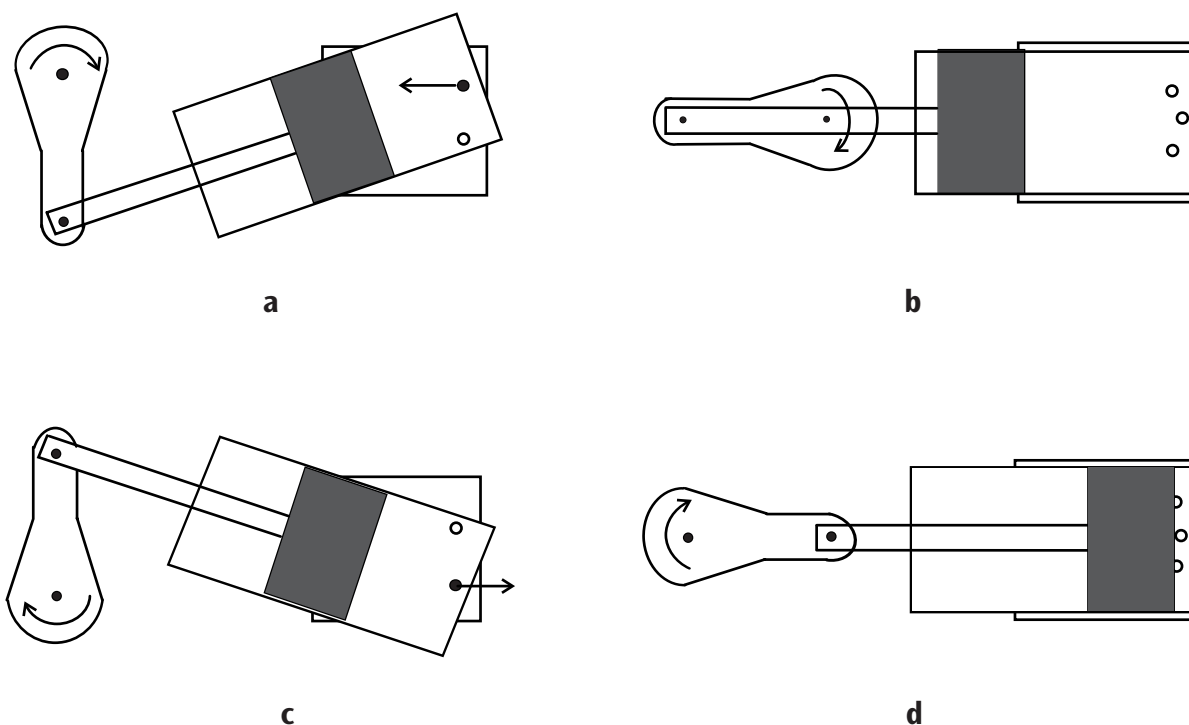

Fig.1: Ciclo di lavoro della macchina a vapore oscillante
mento, apre o chiude l'immissione e lo scarico dei canali del vapore. Nella caldaia l'acqua si riscalda e genera vapore acqueo. Il vapore acqueo scorre attraverso il tubo del vapore aggiuntivo ⑫ del supporto fino al foro di immissione del vapore. Non appena inizia l'apertura del cilindro con l'alimentazione del vapore nuovo, il vapore scorre nel cilindro e avvia la fase di compressione del pistone (fig. 1 a). Quando il pistone raggiunge la posizione più in basso, i canali del vapore si chiudono. Con l'ausilio del volano questo punto morto viene superato
(fig. 1 b). Nella fase successiva, il pistone compie il movimento di ritorno, apre il foro di scarico del vapore e spinge fuori il vapore (fig. 1 c). Il vapore viene scaricato attraverso il tubo del vapore di scarico ② e il condotto del vapore di scarico ⑩. La condensa formatasi viene deviata dal tubo della condensa ① nel vaso della condensa ⑪. Il pistone raggiunge il punto morto superiore, in corrispondenza del quale entrambi i canali del vapore sono chiusi. Dopo il superamento del punto morto superiore grazie al volano, l'alimentazione del vapore riprende e il processo ricomincia (fig. 1 d).